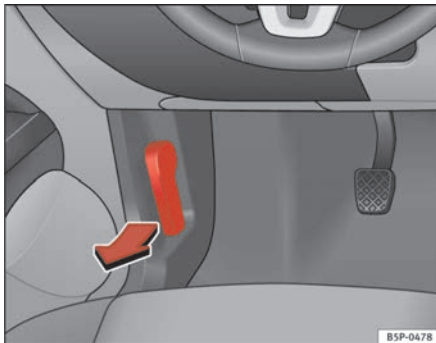

Abb. 155 Ausschnitt aus dem Fußraum auf der Fahrerseite: Entriegelungshebel für die Motorraumklappe
- Ziehen Sie den Hebel unter der Instrumententafel ⇒ Abb. 155 in Pfeilrichtung. Die Motorraumklappe wird durch Federwirkung entriegelt ⇒ .